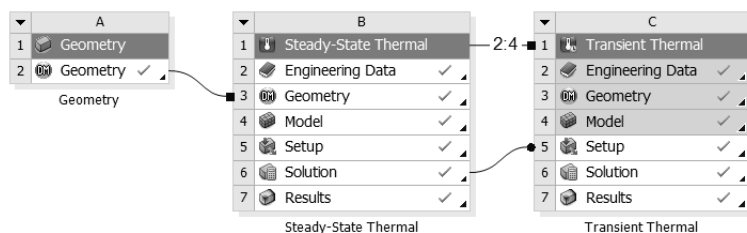

图 15-35 项目管理区中的分析项目
Step1：单击 Mechanical 界面右上角的 （关闭）按钮，退出 Mechanical，返回到 Workbench 主界面。此时主界面的项目管理区中显示的分析项目均已完成，如图 15-35 所示。